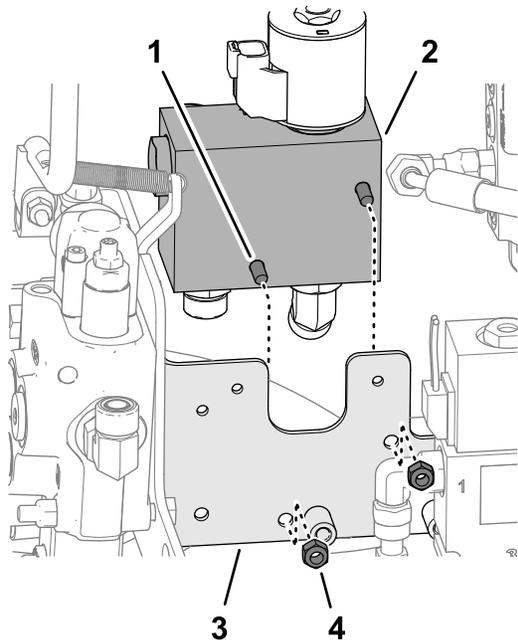

Рисунок 16
- Установите клапан низкого расхода на кронштейн (Рисунок 16) с помощью 2 болтов (1/4 x 2 1/2 дюйма) и 2 контргайк (1/4 дюйма).